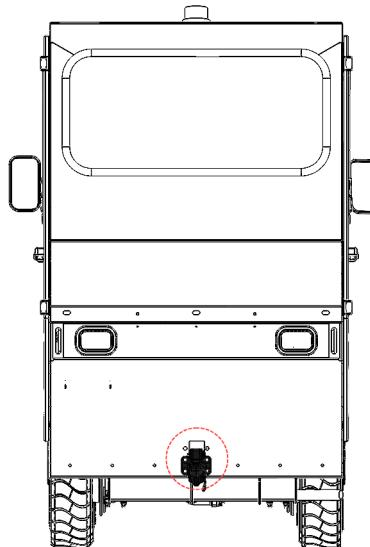

Figure 42. Zone de montage de l'attelage.
- Zone de montage de l'attelage (3) (voir figure 42).